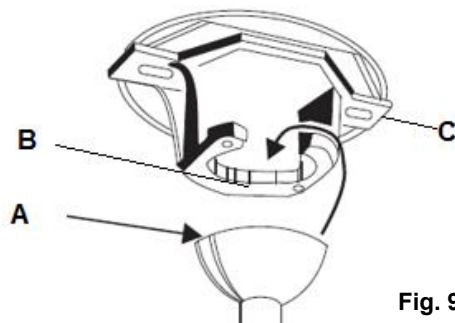

Fig. 9
4. **Suspendez le ventilateur au support de montage (section «Suspension du ventilateur» et Fig. 9)**
SUSPENSION DU VENTILATEUR (Fig. 9)
Soulevez le ventilateur complet pour le placer sur le support de montage. Assurez-vous que l'encoche clé (A) de la rotule de la suspension est positionnée sur la goupille clé (B) du support de montage (C) pour empêcher le ventilateur de tourner lorsqu'il fonctionne. (Fig.9)